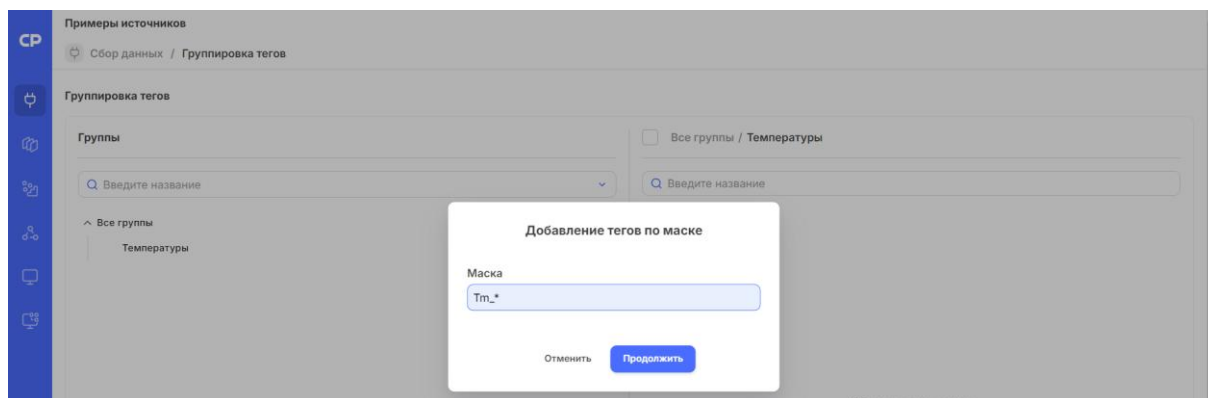

Рисунок 11. Добавление тегов по маске
- Добавление тегов по маске — в группу можно добавить теги, имена которых совпадают с шаблоном (Рисунок 11).